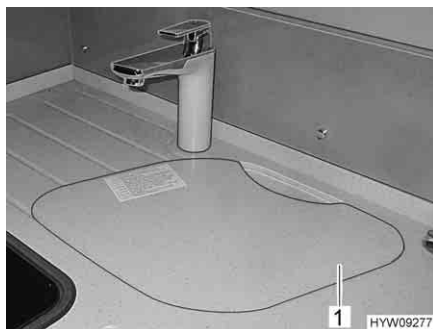

Fig. 11 Coperchio del lavello
- In caso d'incidente oppure in caso di frenata d'emergenza il coperchio lavello (Fig. 11,1) può ferire i passeggeri del veicolo. Prima della partenza rimuovere il coperchio lavello cucina dal lavandino e stivarlo in modo sicuro nell'angolo cucina oppure nell'armadio guardaroba.